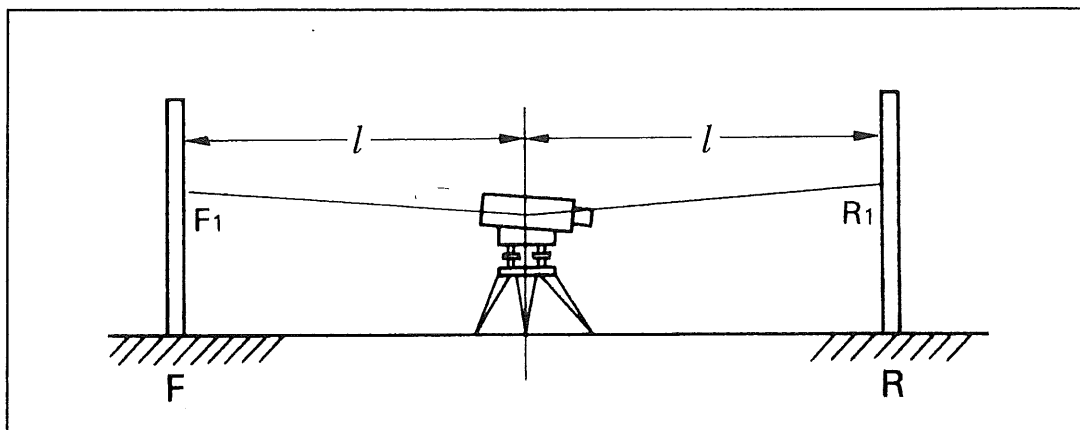

図9
(1) 点検法
- 2 望遠鏡を前後の標尺に向けて視準します。それぞれの標尺の視準する点を読み取り、 F_1 および R_1 とします。(図9)